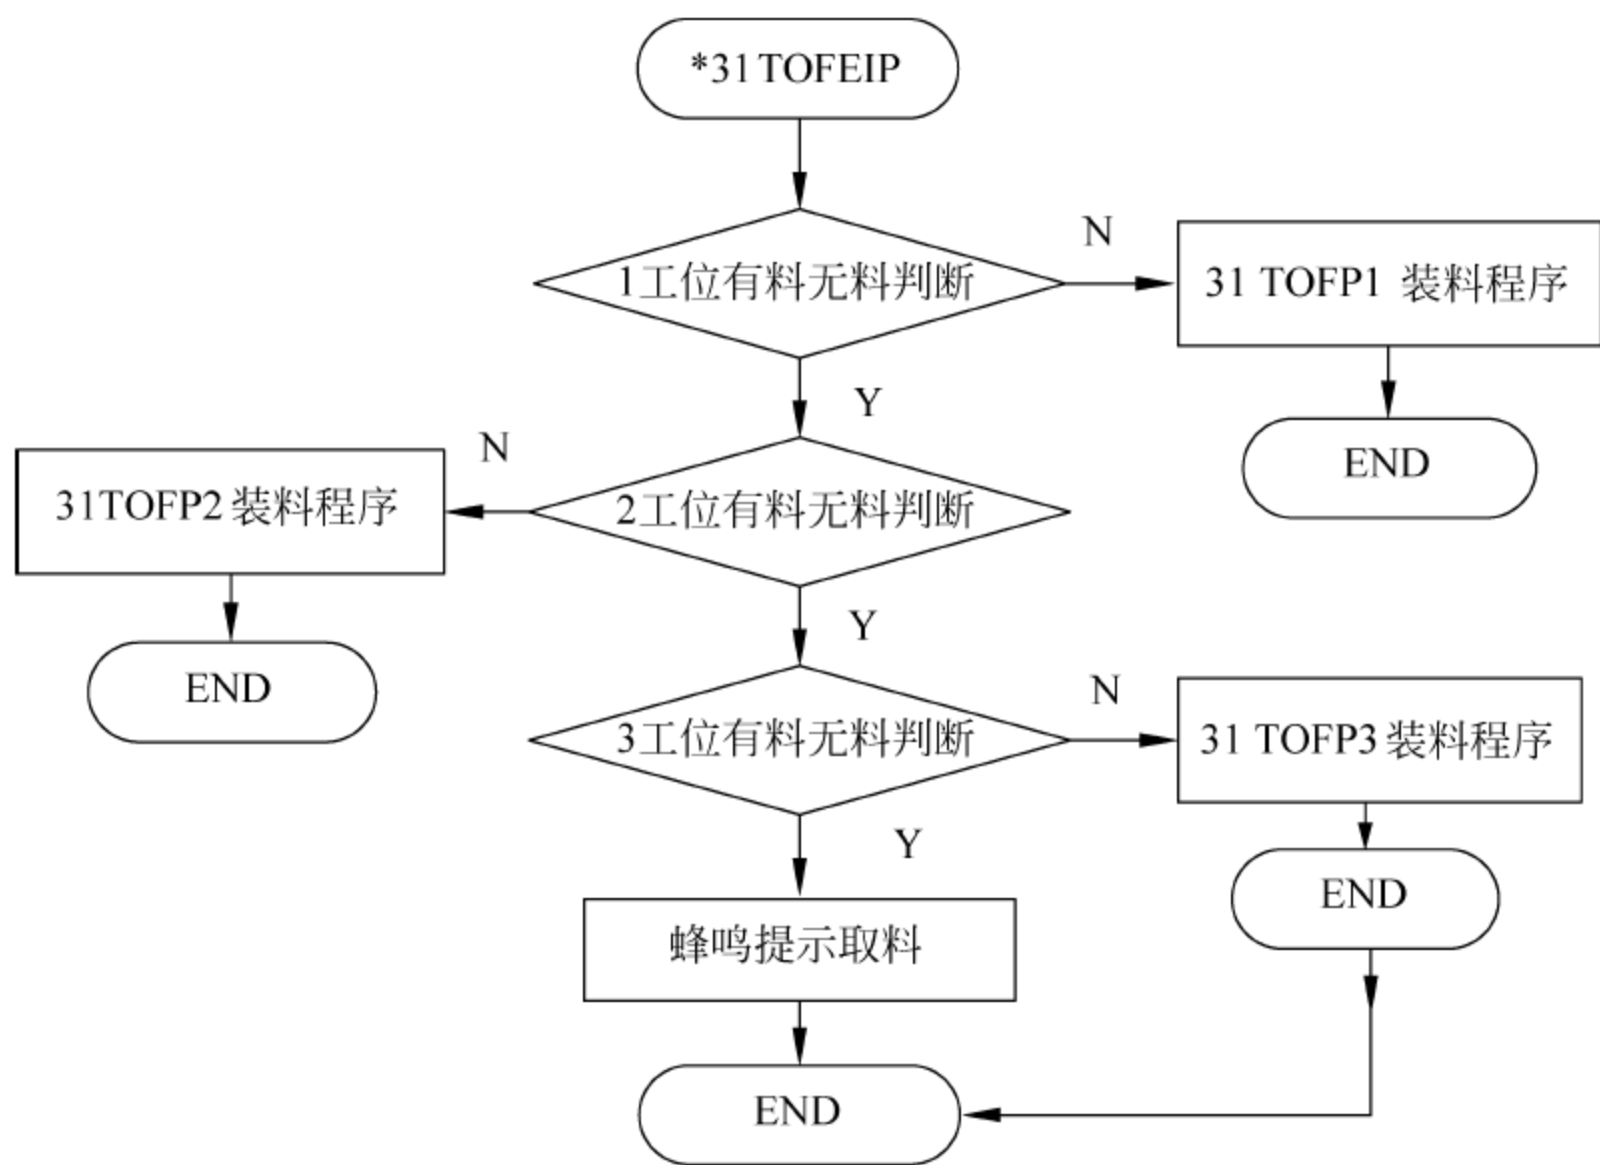

图 22-8 不良品在 1# 工位时向废品区的转运流程图
(1) 流程图如图 22-8 所示。
(2) 程序可参见“31TOX”。